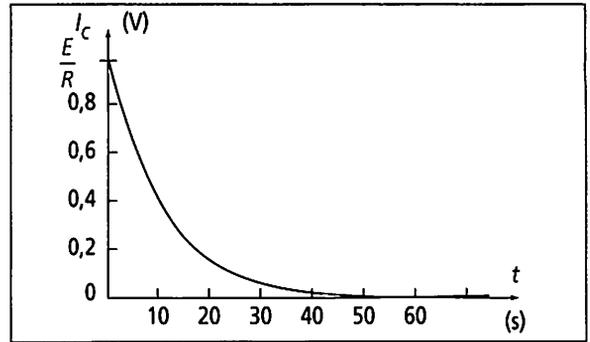

Fig. 4.11 : Courant de charge et de décharge du condensateur.
- Durant la charge, les variations du courant sont les mêmes que pendant la décharge (fig. 4.11). Le courant de charge est maximal en début de charge.